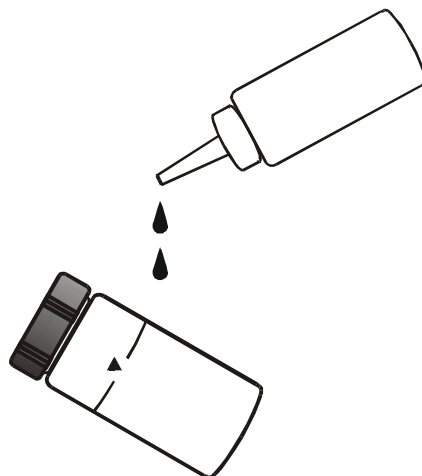

图 9: 使用一层薄薄的硅油
7. 使用一层薄薄的硅油 (仪器本身提供) 滴到采样瓶上 (参阅图 9)，为了使硅油平均地分布在采样瓶表面，请用专用无纺布擦拭采样瓶。